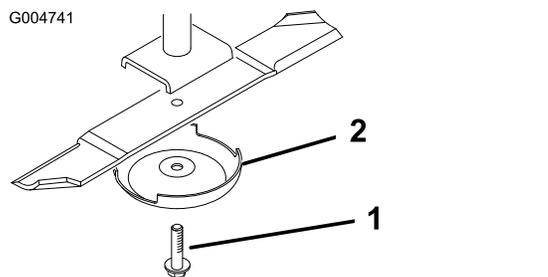

Рисунок 78
5. Снимите болт ножа, защитный колпак и нож со шпинделя (Рисунок 78).